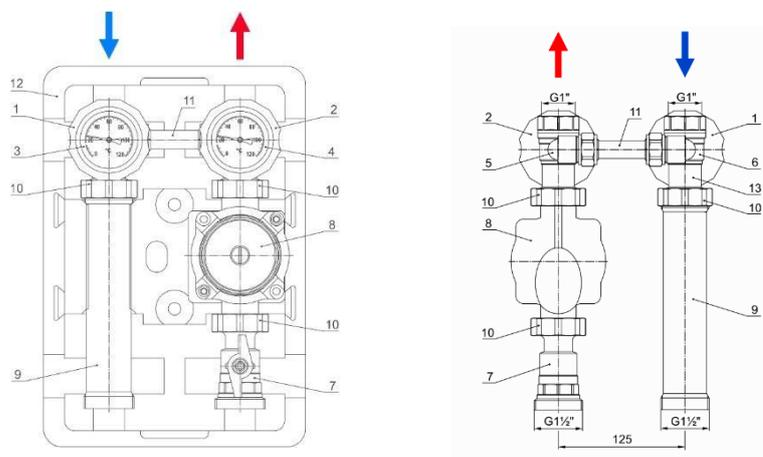

Рис. 1
5.2. Если требуется замена местами подающей и обратной линий, необходимо (рис. 1):
- вынуть насосную группу из теплоизоляционного кожуха (12);
- открутить патрубок обратной линии (9) от шарового крана (6);
- открутить накидную гайку (10) шарового крана (5) и отсоединить насос (8) вместе с шаровым краном (7);
- извлечь обратный клапан (13) из шарового крана (6) и установить его в шаровой кран (5).
- прикрутить насос (8) к шаровому крану (6), а патрубок обратной линии (9) — к шаровому крану (5);
- снять с шаровых кранов (5) и (6) рукоятки (1) и (2) с термометрами (3) и (4) и поменять их местами;
- корпус теплоизоляционного кожуха (12) перевернуть на 180° и вставить в него получившуюся насосную группу;
- если вместо глухой перемычки (11) установлен перепускной клапан, то его необходимо демонтировать, перевернуть на 180° и смонтировать обратно. Стрелка на корпусе перепускного клапан должна быть направлена от подающей линии к обратной.